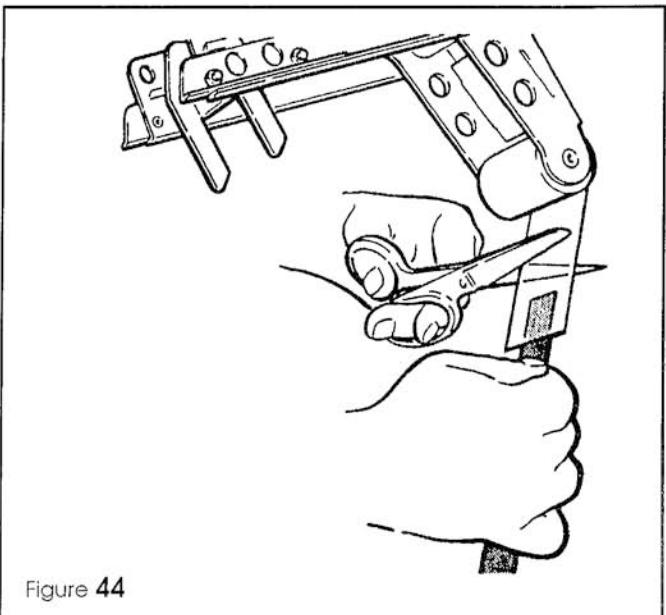

Figure 44
Tirer l'outil de filetage au travers du mécanisme d'application du ruban. Le ruban excédant peut être coupé avec des ciseaux (Figure 44).
Steek de doortreknald door het plakbandaanbrengende mechanisme. Het overtollige plakband kan met de schaar op de hoogte van de aanbrengerrol afgesneden worden (Figure 44).
- Effectuer les mêmes opérations que pour la tête supérieure: tirer l'outil à fileter au travers du mécanisme d'application du ruban. Le ruban excédant peut être coupé avec des ciseaux (Figure 44).
- Ga vervolgens tewerk als bij de bovenste kleefkop; trek de doorsteknaald door de plakbandaanbrenger. Het overtollige plakband kan met de schaar in de buurt van de aanbrengrol afgeknipt worden (zie Figure 44).